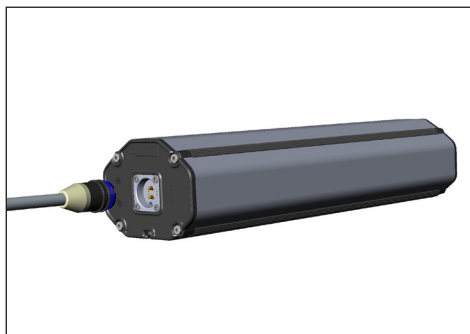

Fig. 23: Charger la batterie démontée
- Si la batterie a été retirée du tube inférieur, elle peut être branchée directement sur le chargeur (Fig. 23).